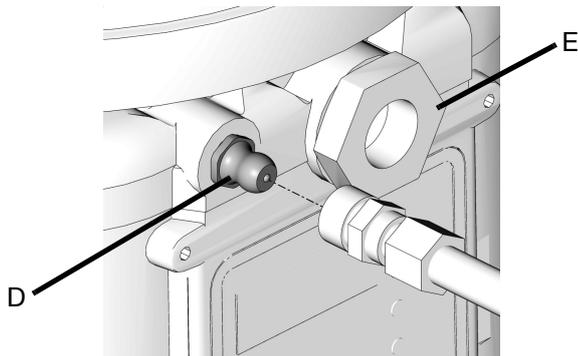

FIG. 15
1. Brancher le tuyau de remplissage au raccord d'entrée (D) (FIG. 15).